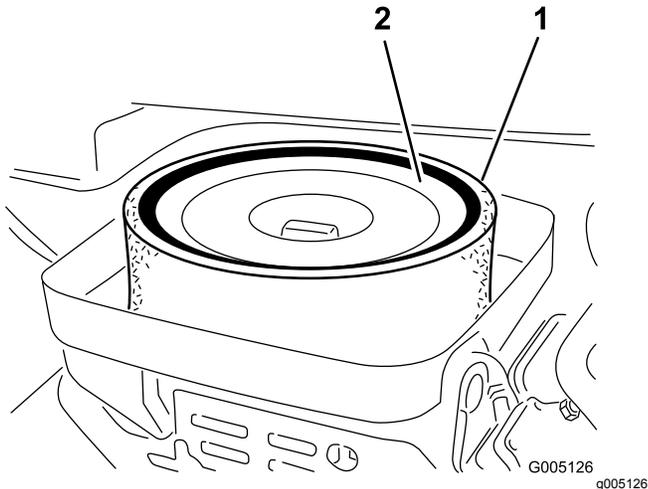

Bild 40
3. Entfernen Sie die Flügelmutter, mit der die Einsätze am Luftfiltergehäuse befestigt sind (**Bild 40**).
4. Nehmen Sie einen verschmutzten Schaumeinsatz vorsichtig vom Papiereinsatz ab (**Bild 40**). Reinigen Sie ihn gründlich wie folgt: